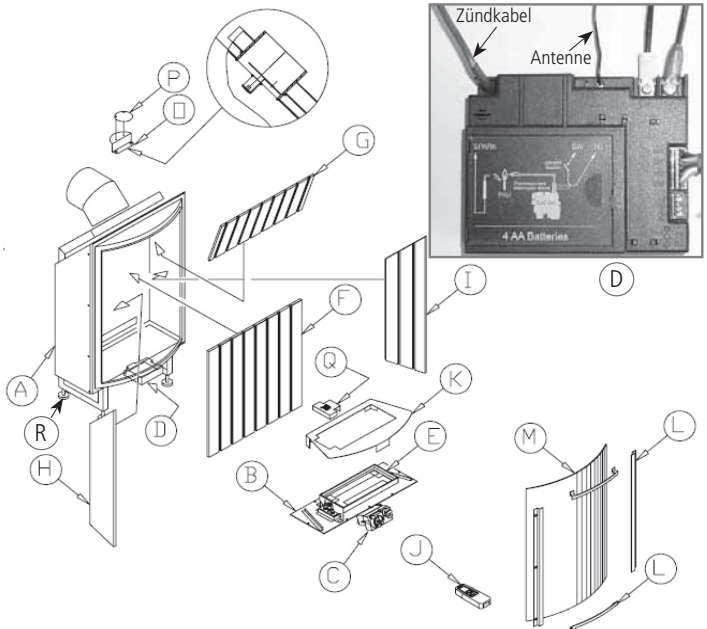

Abb. 2.12 Übersicht über die Baugruppen
(4) Montage des Grundgeräts
- a) Fußschrauben (R, siehe Abb. 2.12) entfernen,
- a) Die untere Scheibenhalterleiste (L, siehe Abb. 2.12) lockern, aber nicht entfernen.
- b) Die rechte, die linke und die obere Scheibenhalterleiste (L, siehe Abb. 2.12) entnehmen.
- c) Die Sichtscheibe (M, siehe Abb. 2.12) herauszunehmen.
Der Einbau der Drosselscheibe (P, siehe Abb. 2.12) und der Stauscheibe (O, siehe Abb. 2.12) richtet sich nach der senkrechten Höhe der Abgasleitung.
- a) Sichtscheibe demontieren (s. (5))
- b) Die Halteleiste der Prallplatte (G, siehe Abb. 2.12) vorsichtig schräg nach vorne oben abziehen.
- c) Die Prallplatte (G, siehe Abb. 2.12) ebenfalls schräg nach oben aus den zwei unteren Halterungen herausziehen.
- d) Eine Feuerraum-Seitenwand (H oder I, siehe Abb. 2.12) entfernen: das Seitenteil etwas nach hinten zur Rückwand drücken und vorne zur Feuerraummitte drehen. Das Seitenteil bzw. die Seitenteile entnehmen.
- f) Die Stauscheibe (O, siehe Abb. 2.12) mit oder ohne zusätzlich angebaute Drosselscheibe (P) von hinten auf die Gewindehülsen der Haltelasche im Abgasstutzen stecken. Dabei muss sich das Segment der Drosselscheibe im unteren Bereich des Abgasstutzens liegen.
- b) Feuerraum-Bodenblech (K, siehe Abb. 2.12) und die Brennerabdeckung (Q, siehe Abb. 2.12) entfernen.